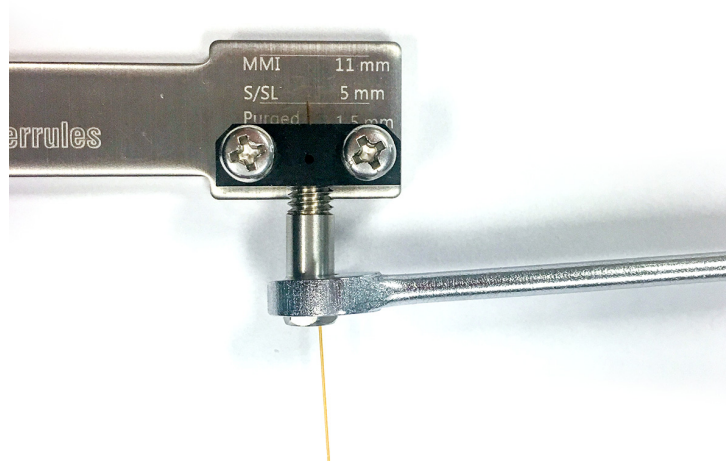

Figure 16. Serrez l'écrou de la colonne
- c Vérifiez que la férule est fixée sur la colonne. Si oui, arrêtez. Si non, continuez à serrer l'écrou de la colonne par petits incréments de 5 à 15 degrés. Après chaque incrément, vérifiez si la férule est fixée sur la colonne. Arrêtez dès que la férule est fixée. Voir **Figure 16**.